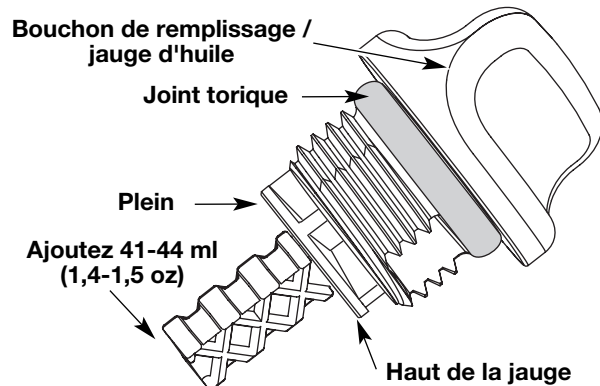

Fig. 24
1. Dévissez le bouton vers la gauche (Fig. 24).
2. Appuyez sur le bouton de déclenchement et maintenez-le enfoncé (Fig. 24).
5. Retirez le bouchon de remplissage / jauge d'huile et vérifiez le niveau d'huile. L'huile devrait atteindre le haut de la jauge (Fig. 24).